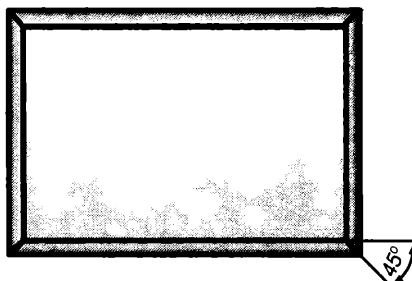

Рис. 4.
1. Сначала надо срезать края пласти в местах соединения. Угол должен составлять 45° (рис. 4).